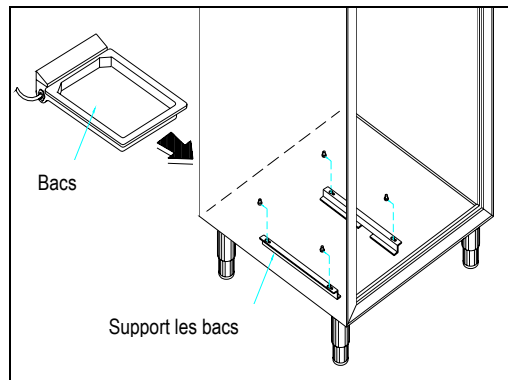

Fig. 3 (13.2.4 .1)
- Plaats de dampopvanglade aan de onderkant van de koeler in de voorziene rails; sluit de aansluiting aan bij toestellen met een automatische opvanglade. (Fig 3).